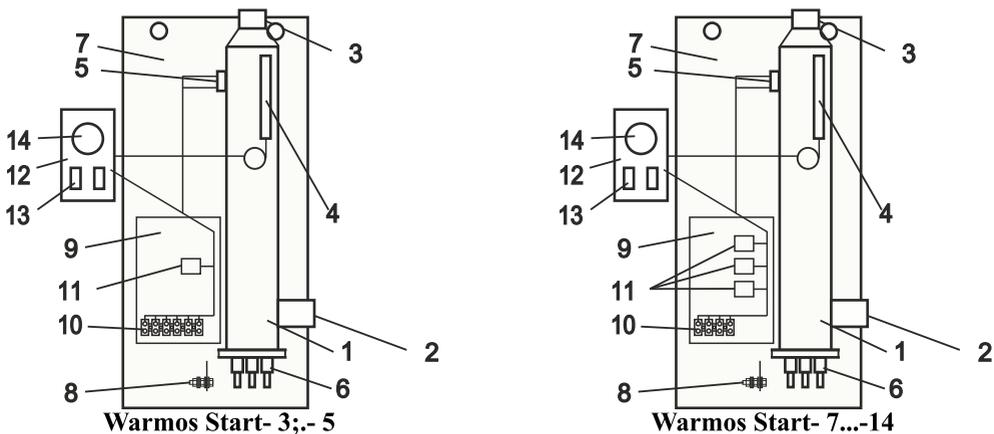

Рисунок 2 (кожух не показан)
4.3 Приборы Warmos Start в соответствии с рис. 2 состоят из следующих основных частей:
- котла (1) с входным (2) и выходным (3) патрубками G1 наруж., датчиком терморегулятора (4), аварийным самовозвратным термовыключателем (5), отключающим прибор при 92°С, и блоком ТЭНов (6);
- панели задней (7), с размещенным на ней зажимом заземления (8) для подключения защитного проводника РЕ;
- панели установочной (9) с размещенными на ней: зажимом винтовым (10), служащим для подключения внешнего силового кабеля; реле коммутации (11)
- панели управления (12), с расположенными на ней выключателями ступеней мощности (13) и терморегулятором (14), служащим для установки температуры нагрева теплоносителя.